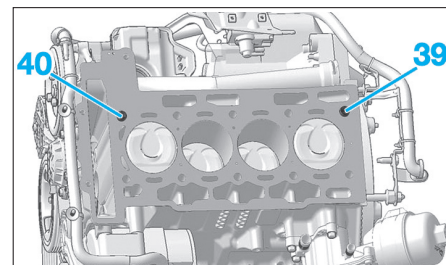

Fig. 73
- S'assurer de la présence des bagues de centrage (39) et (40) (Fig.73).